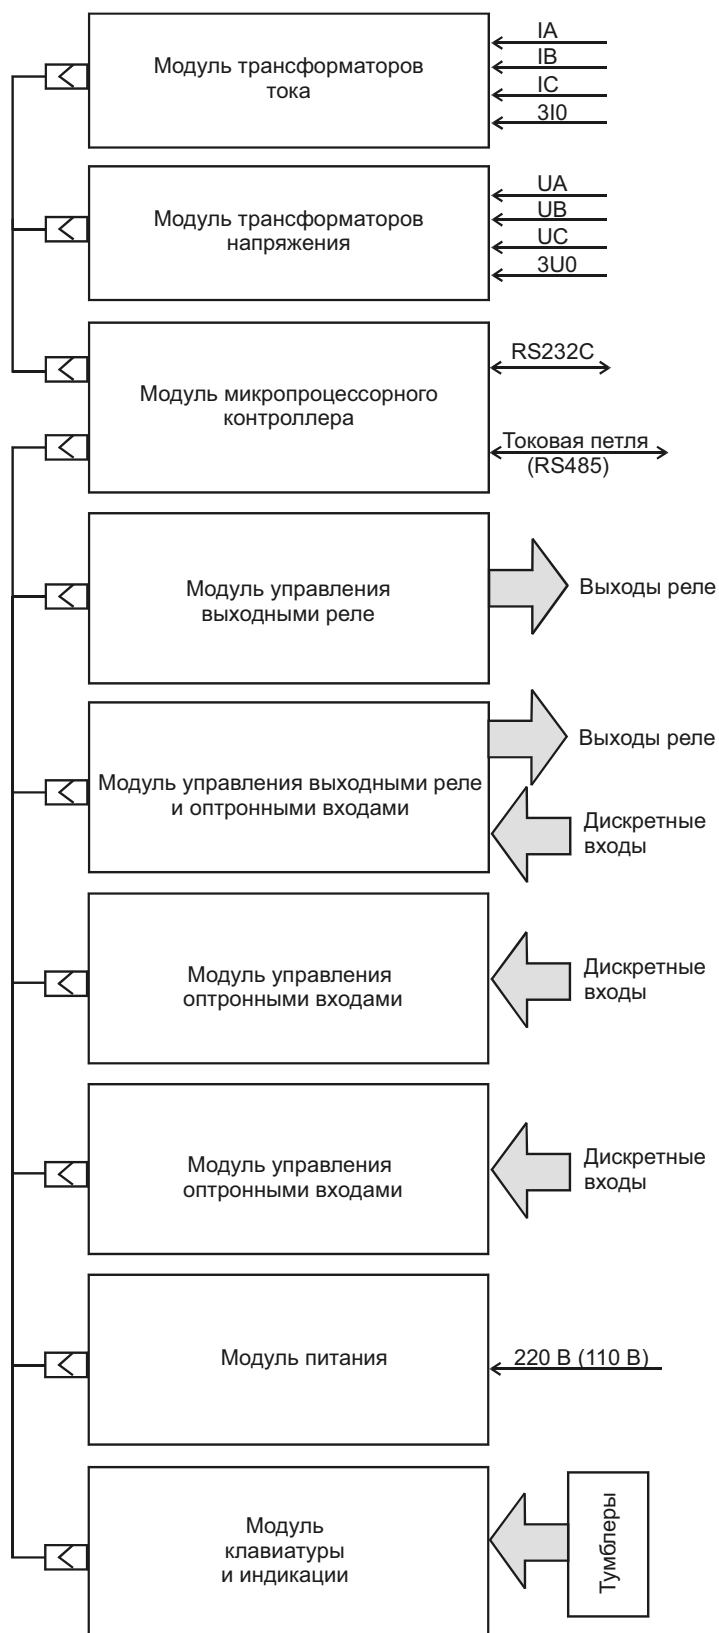

Рис.7. Структурная схема устройства «Сириус-2-МЛ»
1.7.1. Структурная схема устройства приведена на рис.7.